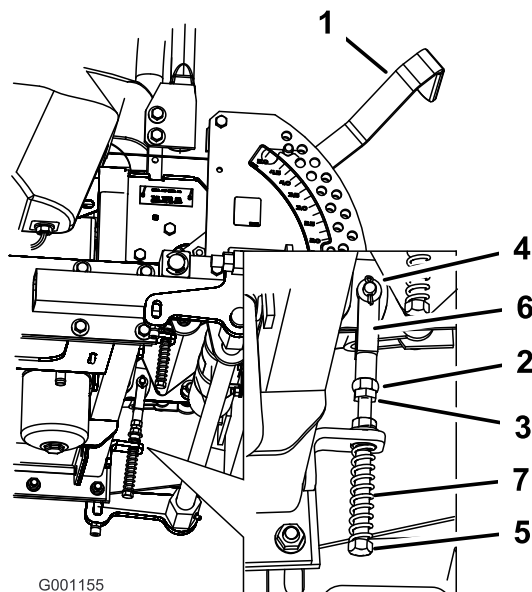

Figura 69
- 8. Si es necesario un ajuste, afloje la tuerca y la contratuerca contra la horquilla (Figura 69).
- 9. Aplique una ligera presión hacia atrás en la palanca de control de movimiento, gire la cabeza del perno de ajuste en el sentido apropiado hasta que la palanca de control esté centrada en posición de bloqueo/punto muerto (Figura 69).
- 10. Apriete la tuerca y la contratuerca (Figura 69).